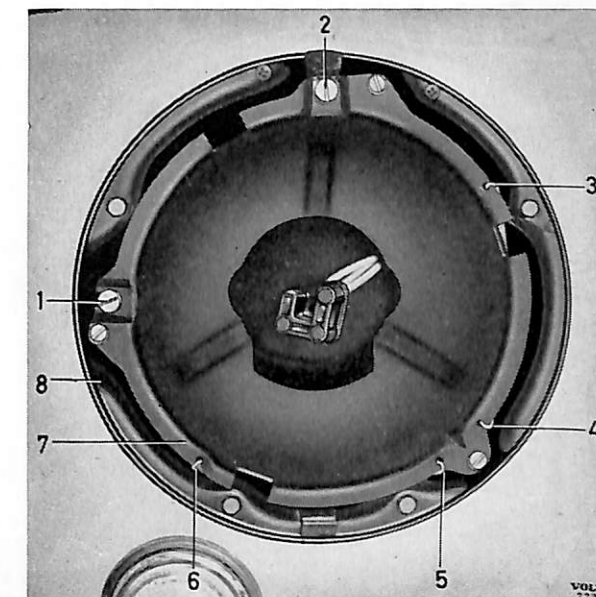

Bild 68. Glidkåpa.
4. Lossa skruvarna (1 och 2 bild 68) för strålkastarens inställning 8—10 varv. Kroka av fjädrarna (3—6) från glidkåpan (7). Lyft bort glidkåpan från skyddskåpan (8).
Justering sker genom vridning av skruvarna 1 och 2 bild 68.